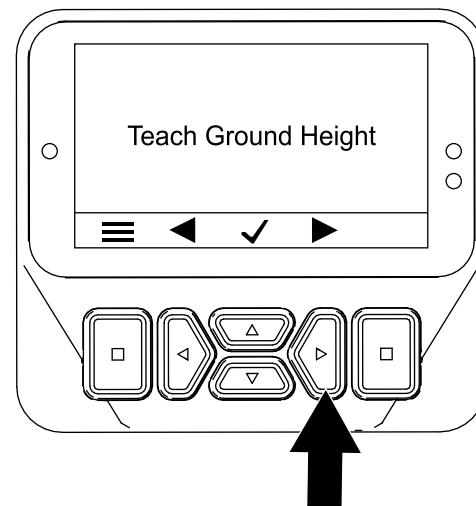

図 46
3. 右ボタンを2回押して、「タイン地上高の校正」画面を表示する (図 46)。